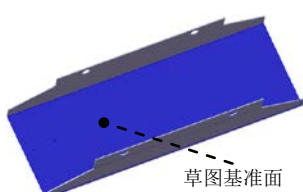

图 11.2.29 草图基准面
(1) 选择命令。选择下拉菜单 **插入(I)** → **切除(C)** →  **拉伸(E)...** 命令。
(2) 定义特征的横断面草图。
① 定义草图基准面。选取图 11.2.29 所示的表面作为草图基准面。